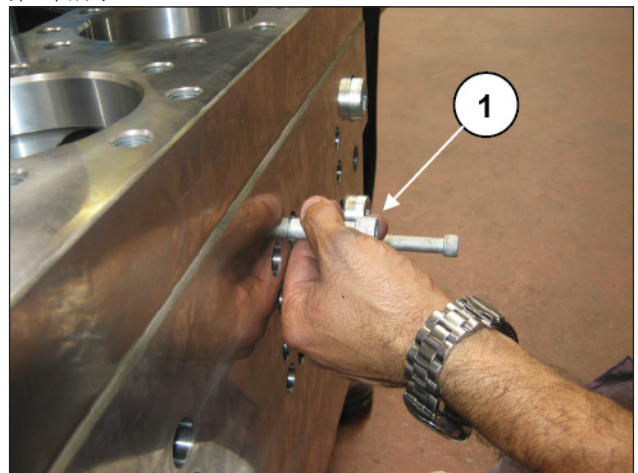
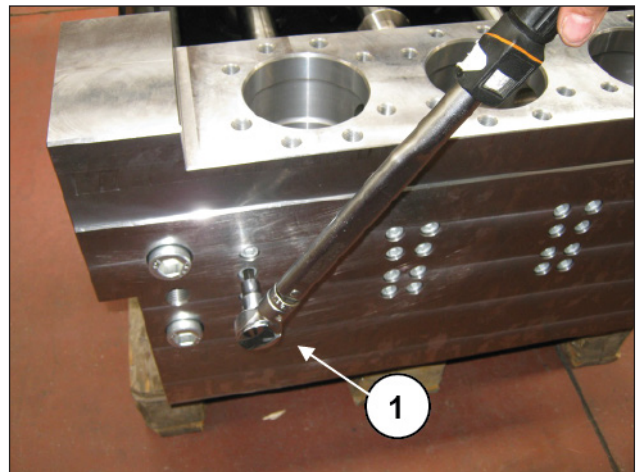

图 239
图 240
插入M12螺钉，固定活塞套支座在泵头前部的专用位置(位置①，图 239)，用测力扳手锁紧(位置①，图 240)，如第3章所示。